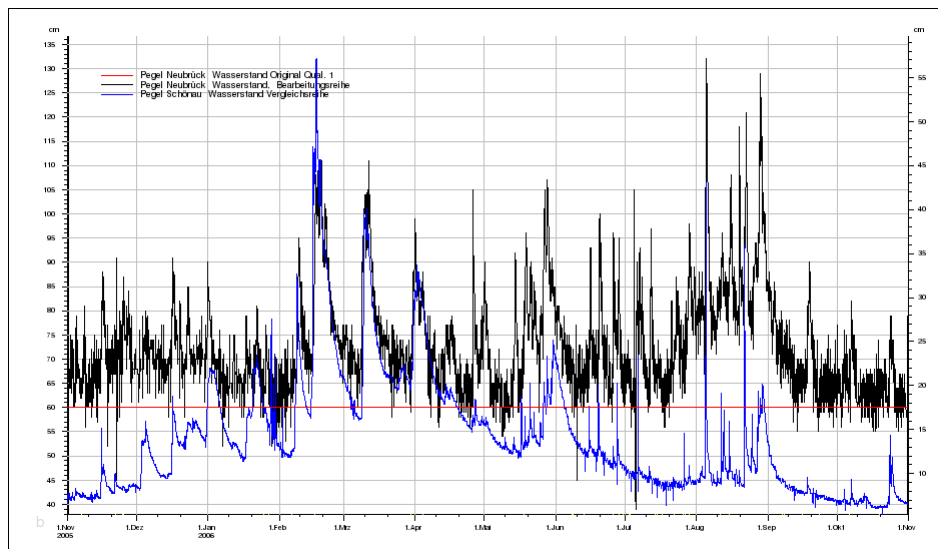
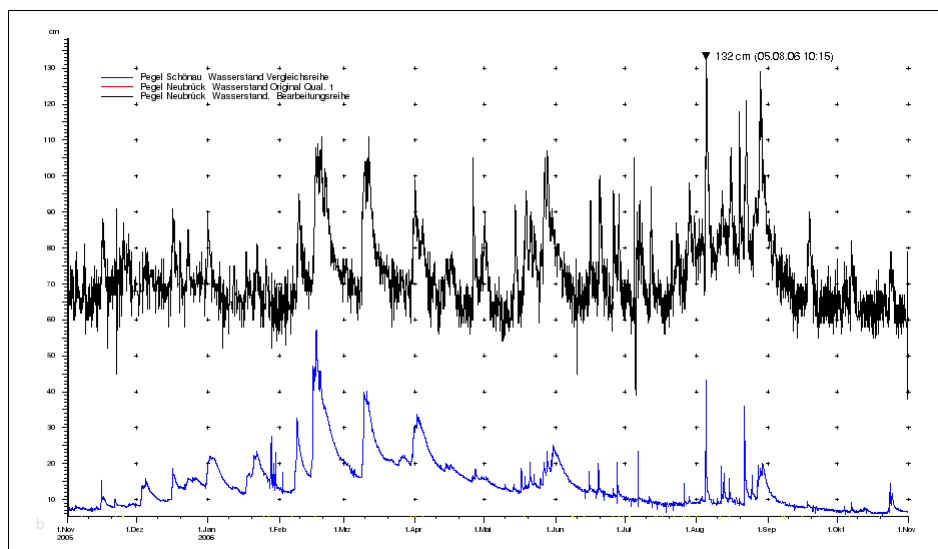

Abbildung 13.21: Achsenkreuz mit zweiter Y-Achse der Vergleichsreihe, Gitterlinien und einer Konstanten bei 60cm
Abbildung 13.22: Achsenkreuz mit Gitterpunkten und eingezeichnetem Maximum
**VGL-Achse rechts:** Möchten Sie eine Vergleichsreihe in das selbe Achsenkreuz wie die Bearbeitungsreihe laden („mehrere Axboxen“ abhaken), können Sie hier festlegen, ob die Vergleichsreihe eine eigene Y-Achse auf der rechten Seite des Achsenkreuzes bekommen soll ( $\leftrightarrow$  Abb. 13.21), oder die vorhandene Y-Achse der Bearbeitungsreihe nutzt ( $\leftrightarrow$  Abb. 13.22). Die Farbe der Vergleichsreihe können Sie in der Auswahlliste einstellen.
senkreuz Gitterpunkte eingezeichnet ( $\leftrightarrow$  Abb. 13.22).
**Gitterlinien:** Ist „Gitterlinien“ angehakt, wird zum besseren Ablesen der Reihenwerte in das Achsenkreuz ein Gitter aus Linien eingezeichnet ( $\leftrightarrow$  Abb. 13.21).
**Maximum:** Wenn diese Option angehakt ist, wird das Maximum auf dem sichtbaren Bereich mit einem schwarzen Dreieck markiert und der entsprechende Wert mit Datum dargestellt ( $\leftrightarrow$  Abb. 13.22).
**Y-Konst.:** Hier können Sie eine Konstante festlegen, die dann in das Achsenkreuz der Bearbeitungsreihe eingezeichnet wird ( $\leftrightarrow$  Abb. 13.21). Geben Sie einen neuen Wert ein und Bestätigen dies mit „Eingabe“ wird die neue Konstante ebenfalls hinzugefügt, andere Konstanten bleiben erhalten.